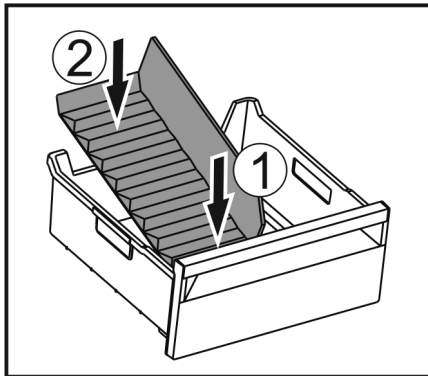

Fig. 139
- ▶ Colocar la parte delantera del separador para congelador. Fig. 139 (1)
- ▶ Bajar la parte posterior del separador para congelador hasta la base del cajón. Fig. 139 (2)